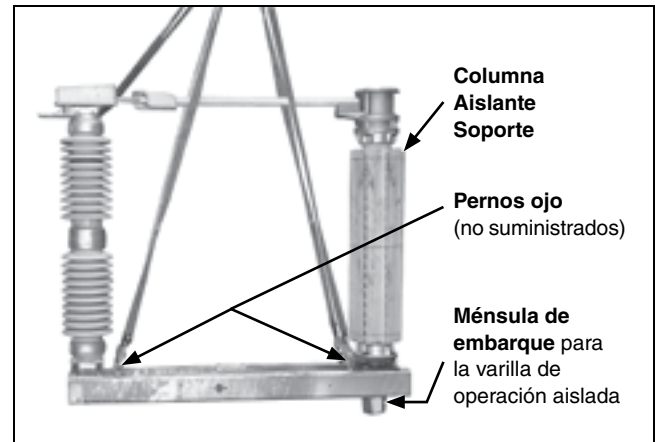

Figura 11. Izamiento de la unidad de polo.
- (a) Inserte cuatro pernos de ojo en cada base de unidad de polo. Ver Figura 11.
- (b) Amarrar cuatro cintas de izamiento a la base acanalada donde está montada la unidad de polo a instalarse en el centro de la base de alta velocidad—marcado “Polo 2”—como muestra la Figura 11. Fije una eslinga adicional alrededor del aislador de soporte como se muestra en la Figura 11. Esta eslinga es necesaria para mantener la estabilidad durante la elevación.